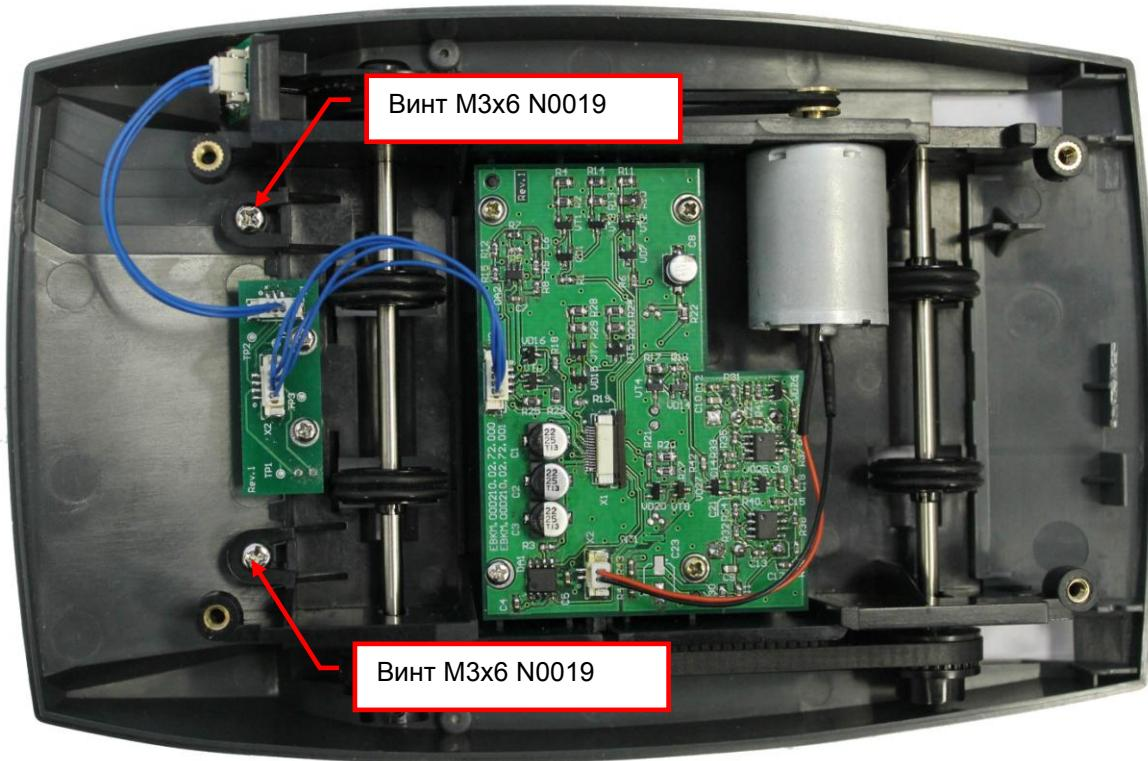

Рис. 8.25
8.11.2 Вывинтите, с помощью отвертки Ph2, винты M3x6 N0019 (2 шт.). Снимите крышку среднюю с каркаса нижнего в сборе (см. рис.8.25).